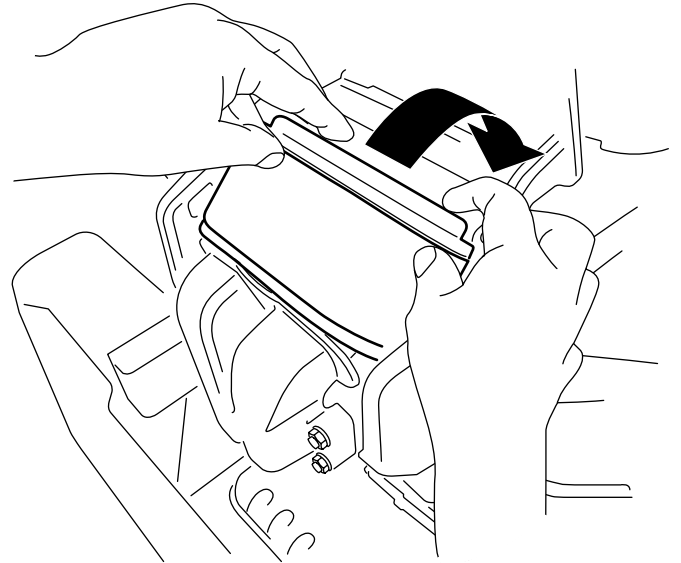

Bild 37
3. Drehen Sie den Filter nach unten in die Kammer und führen ihn vollständig gegen den Verteiler ein (Bild 37).